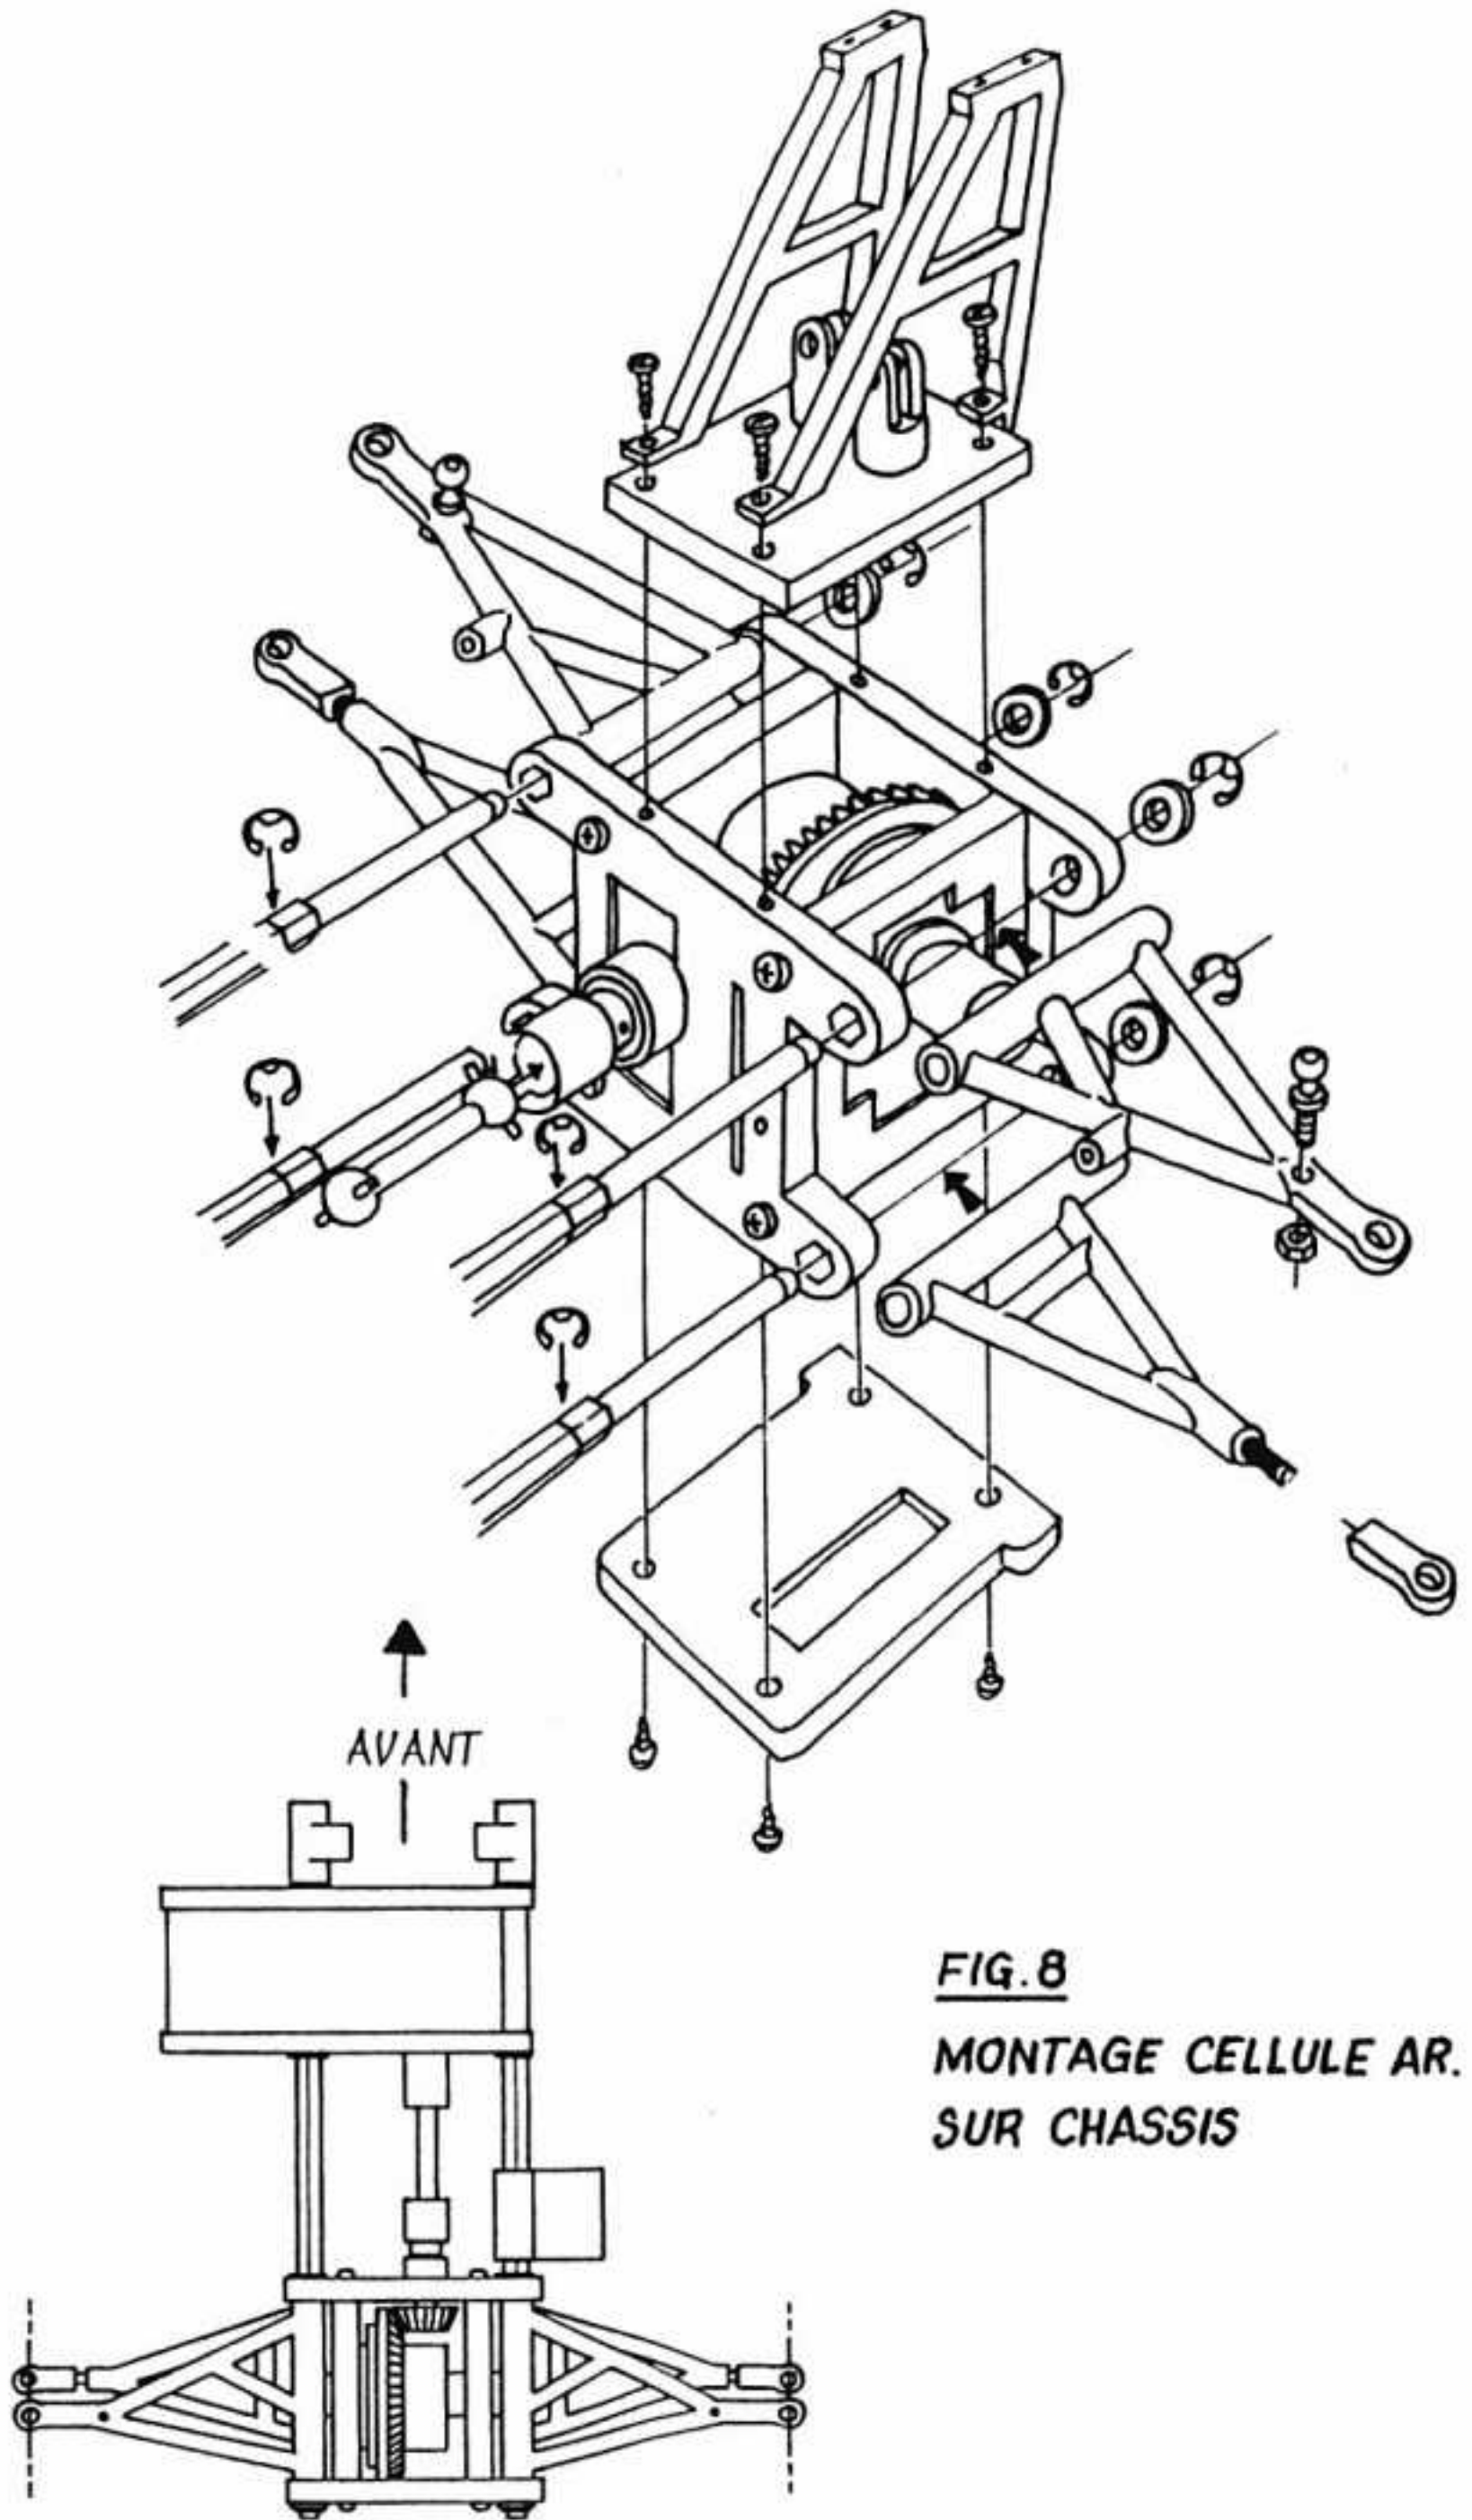

FIG. 8
- 2) - mettre en place les triangles inférieurs Y2040 et supérieurs Y2039 et emboîter l'ensemble de la cellule arrière sur le châssis en respectant la position des triangles suivant la fig 8. Ne pas oublier de mettre en place le cardan central arrière Y2030, puis mettre les clips pour bloquer la cellule.